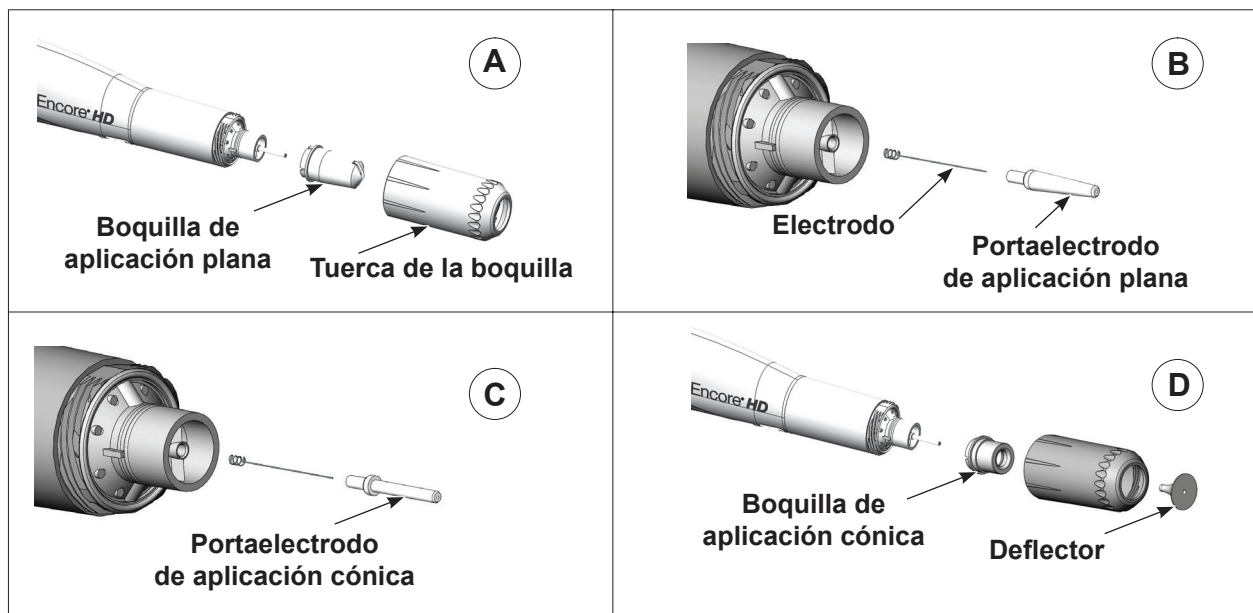

Figura 7 Conversión de boquilla de aplicación plana a boquilla de aplicación cónica
2. Convertir el portaelectrodo y la boquilla. Ver la Figura 7.